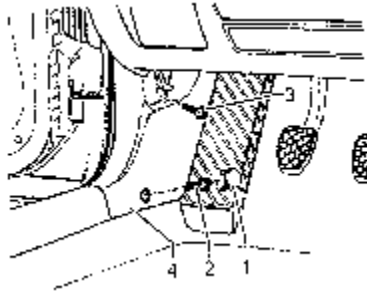

图 11-23 拆卸转向柱面板
⑤如图 11-23 所示，拉出罩盖 1。拧开螺钉 2 和 3，从车门压板中夹出和拆除下面的驾驶员侧面柱的面板 4。